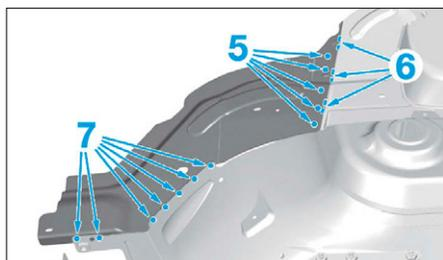

FIG. 33
- par points électriques en 3 épaisseurs en (5) (Fig.33),
- par cordons MAG en (6).
- Souder par points électriques en 2 épaisseurs en (7).